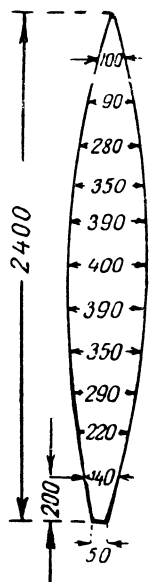

Рис. 61
**Порядок работы.** Сначала нужно заготовить шаблон для выкраивания полос (долек) шара. Взять плотную бумагу (настольную или от куска обоев, в крайнем случае, газетную) и на ней начертить дольку шара в размерах, указанных на рис. 61. Вырезать ее. Эта долька и будет являться шаблоном для выкраивания всех долек шара.